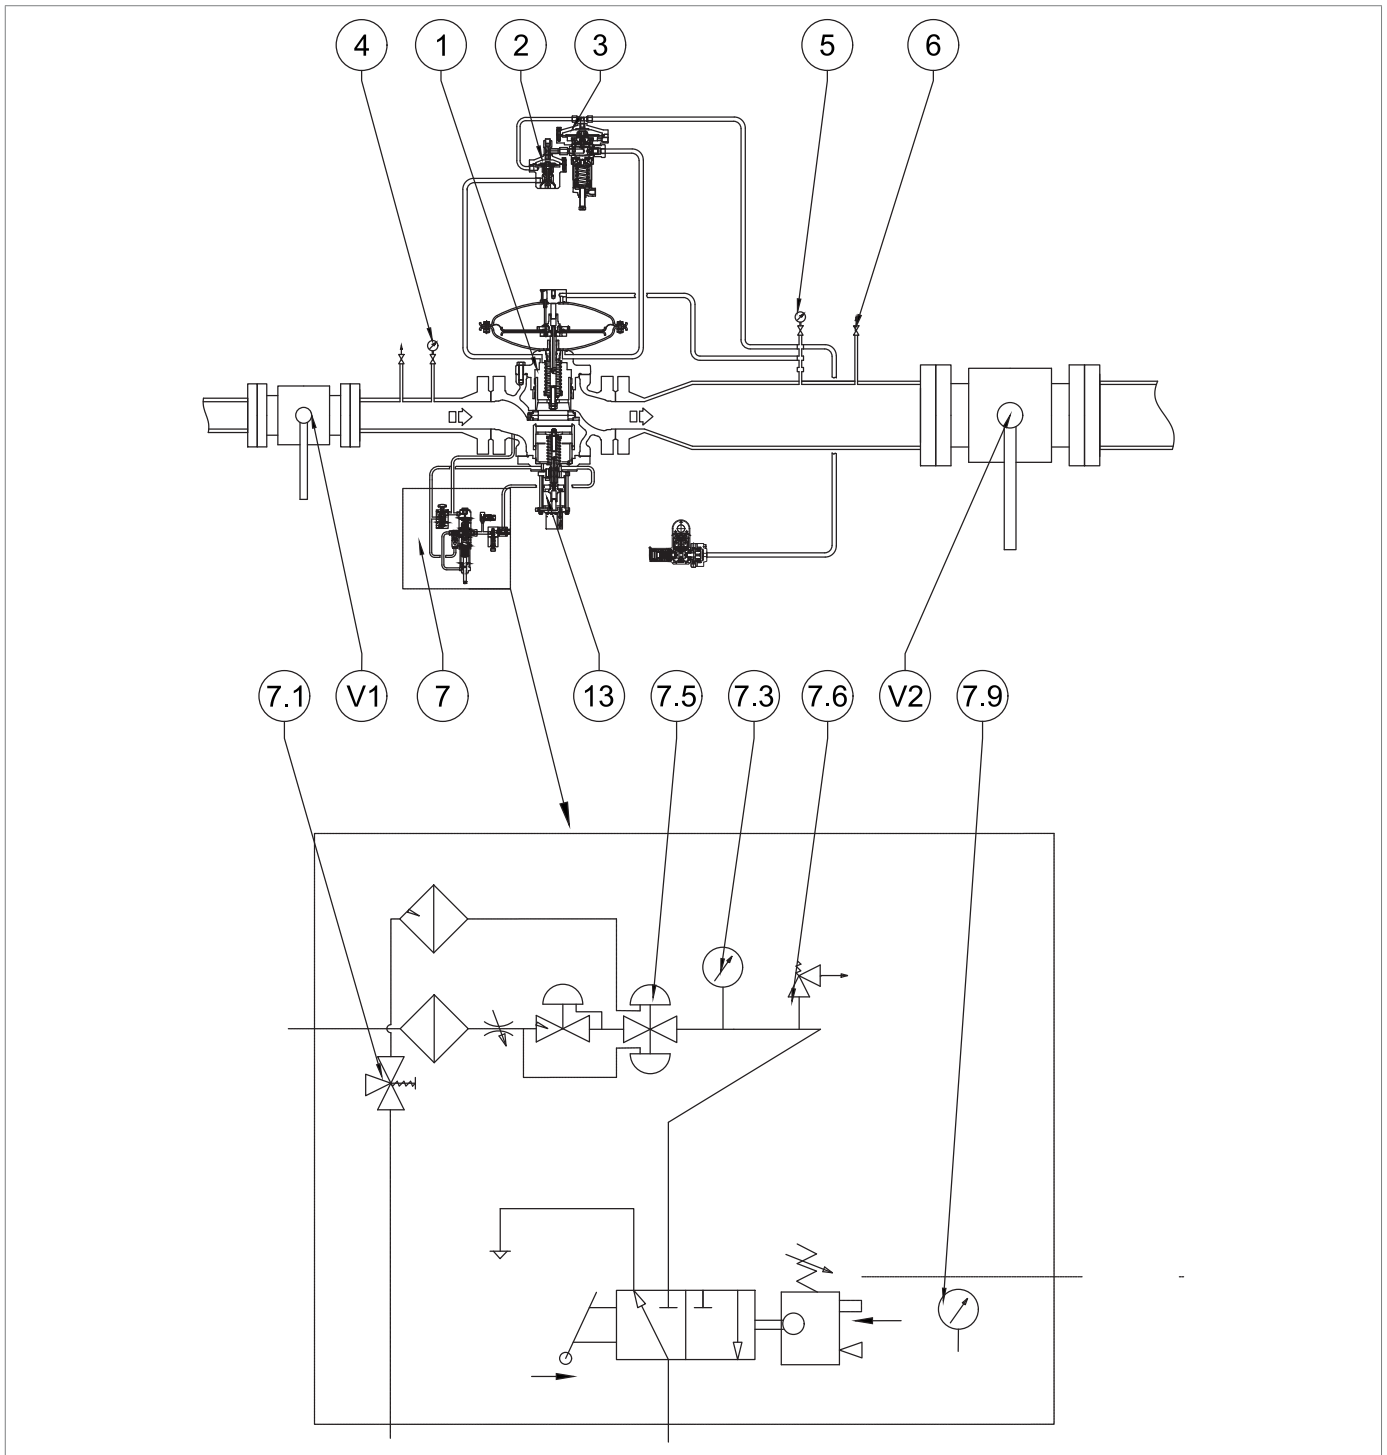

Рис. 8.41. Ввод в эксплуатацию и калибровка LINE OFF 2.0 для запорного клапана НВ/97
- **управляйте запорным клапаном в ручном режиме, нажав кнопку разблокировки (поз. 10 - Рисунок 4.14.). Затем убедитесь, что давление, показываемое манометром, установленным на устройстве ОТКЛ. ЛИНИИ 2.0 (поз. 7.3 - Рисунок 8.41.) составляет 0 бар, обеспечивая полную разгерметизацию линии.**